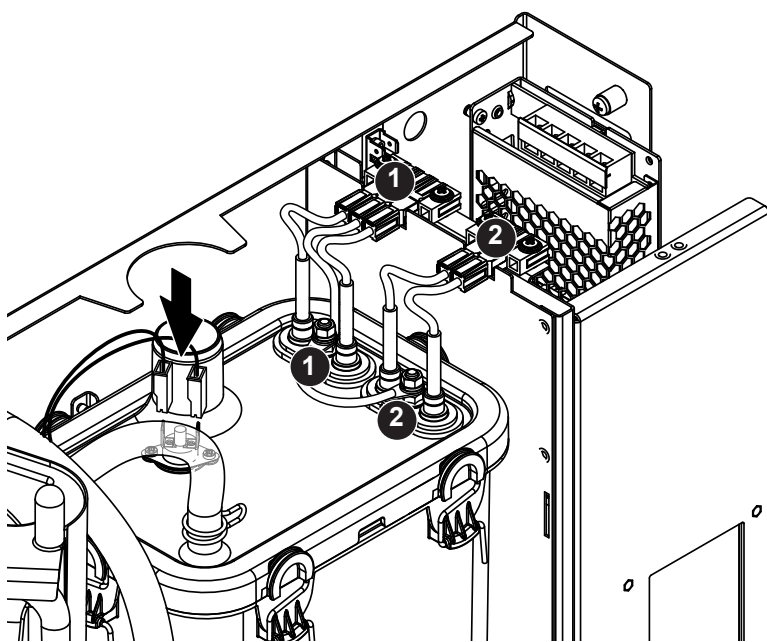

Рис. 7: Подключение кабелей цепи нагрева
- вставьте коннекторы кабелей цепи нагрева в соответствующие разъемы (см. рис. 7);
- подключите кабели к коннекторам реле защиты по температуре (см. рис. 7);